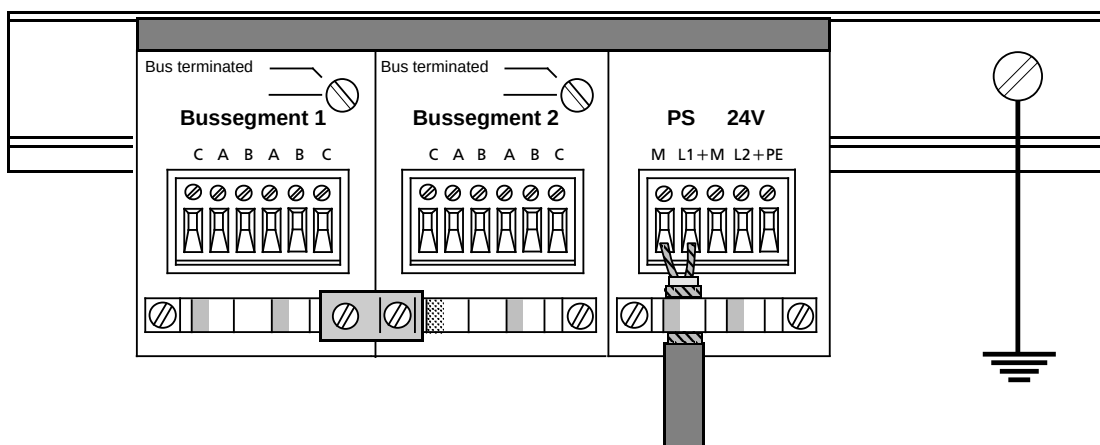

Bild 2.6 Anschluß der Versorgungsspannung an den L2-Repeater
- Leitung für die Versorgungsspannung (+24 V) an Schraub-Klemmenblock anschließen. Verwenden Sie eine zweiadrige oder dreiadrige geschirmte Leitung (Bild 2.6). Der Schirm der Leitung ist